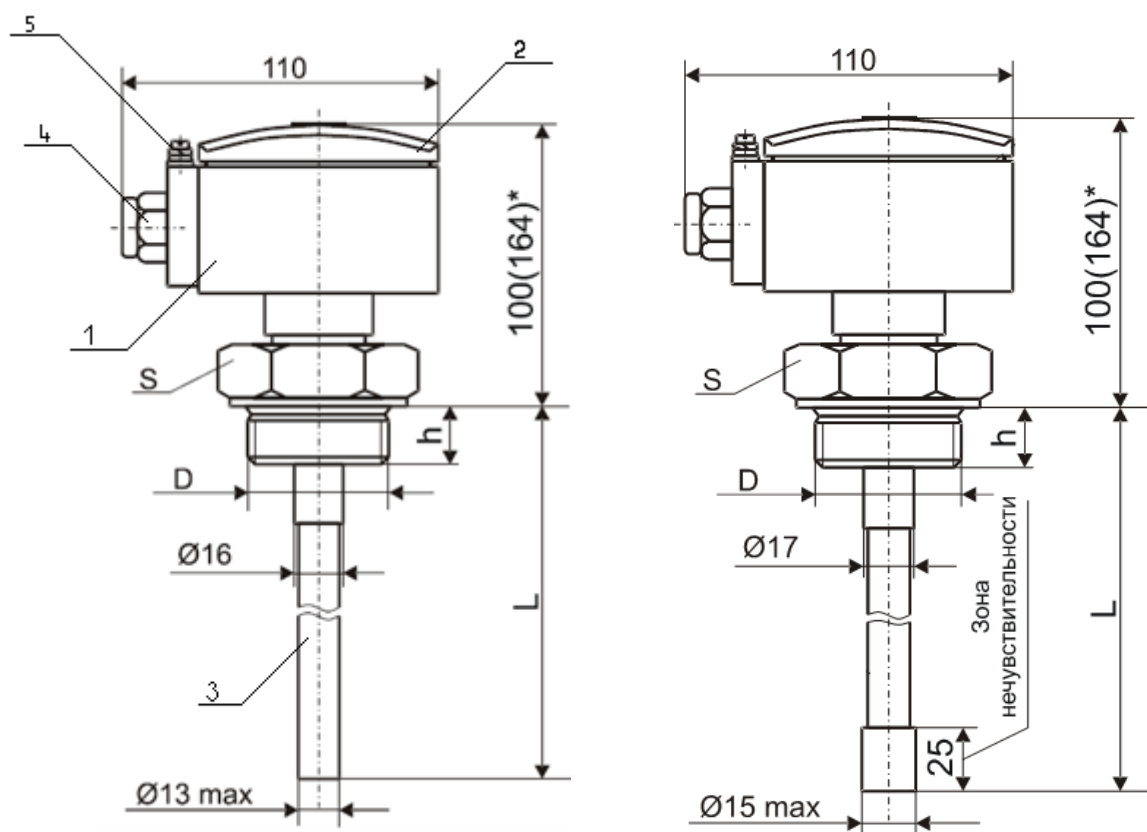

Рисунок 1 – Сигнализатор со стержневым ЧЭ
- со стержневым ЧЭ - рисунок 1;
1.4.1 В состав электронного модуля сигнализатора (см. рисунок 1) входит печатная плата со смонтированными на ней элетрорадиоэлементами в том числе - элементами регулировки и индикации, закрепленная в корпусе 1. Корпус закрыт крышкой 2, которая фиксируется четырьмя винтами. К основанию корпуса крепится чувствительный элемент 3 посредством резьбы штуцера, уплотненной герметиком.